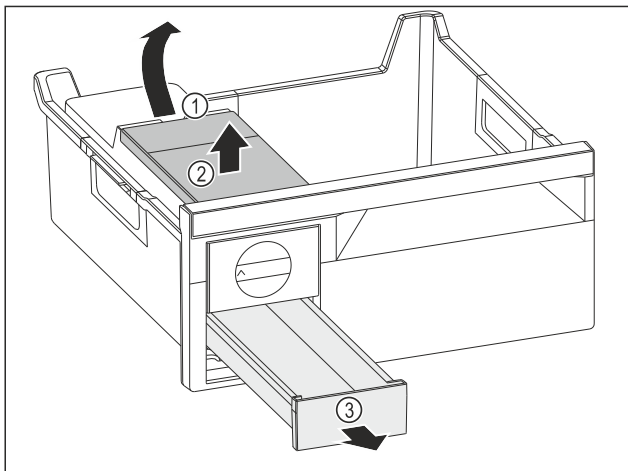

Fig. 81
- ▶ Вийняти бак для води: підняти бак для води за заглиблення Fig. 81 (1).
- ▶ Вийняти бак для води Fig. 81 (2) рухом вгору.
- ▶ Вийняти висувний ящик для кубиків льоду Fig. 81 (3) рухом вперед.